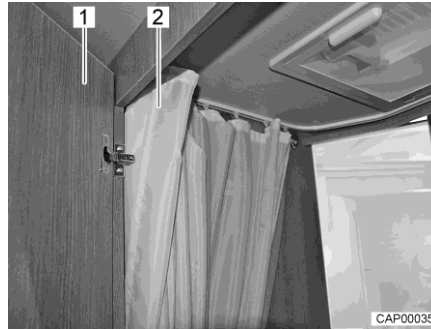

Fig. 71 Cabinet de toilette avec douche
- Pour se doucher, fermer la porte (Fig. 71,1) et fermer entièrement le rideau de douche (Fig. 71,2) de manière à protéger toutes les parois.